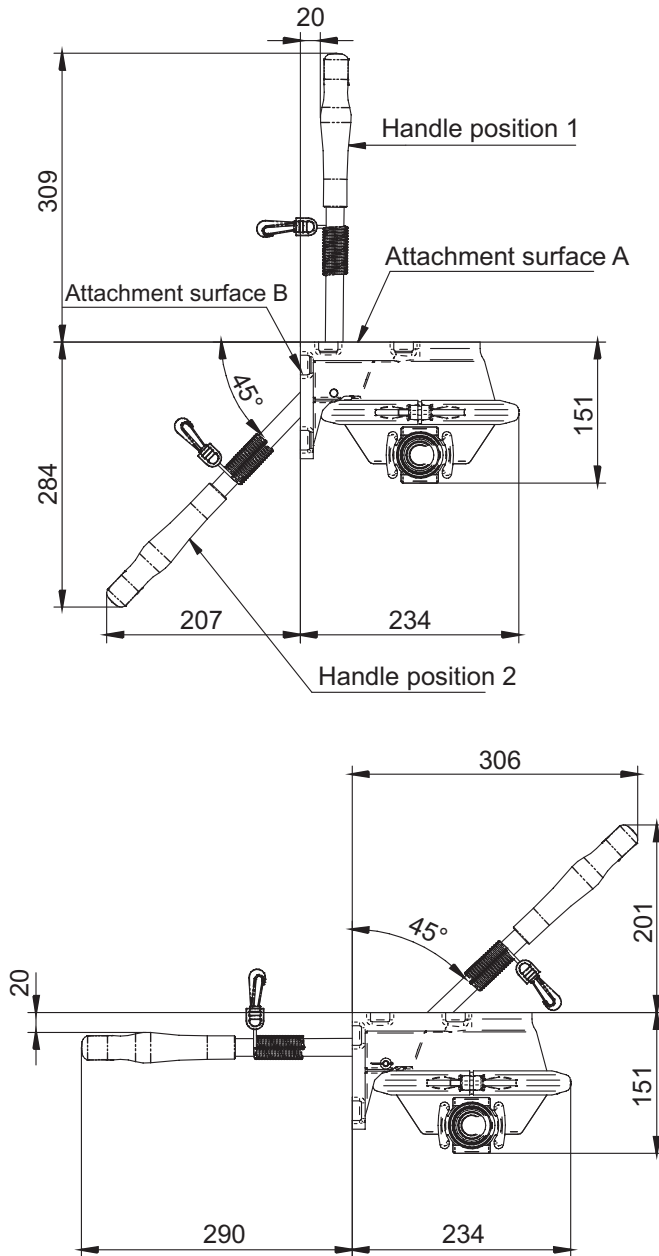

Fig.1.
- Sélectionnez la surface de fixation A ou B pour la pompe. Voir la fig. 1.
- Seleccione superficie de fijación A o B de la bomba. Véase la Fig. 1.
- Selezionare la superficie di fissaggio A o B della pompa. Vedere fig.1.